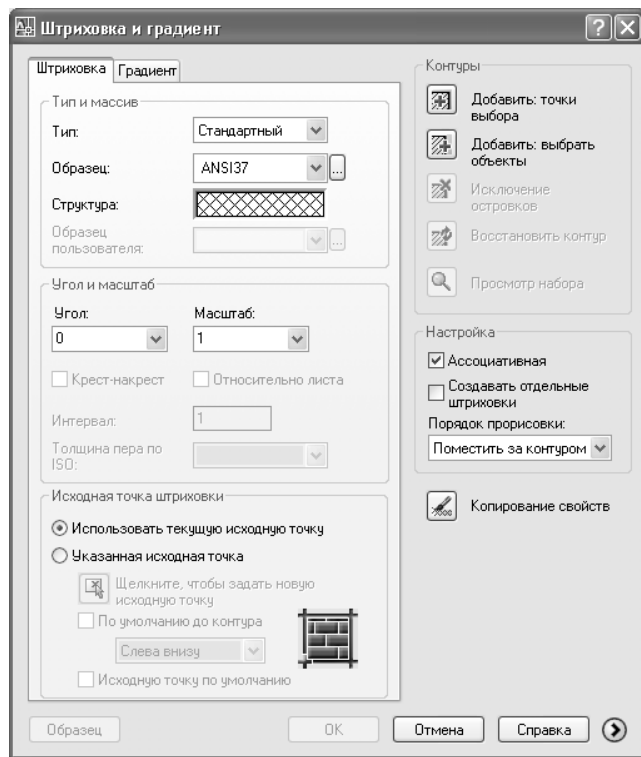

Рис. 9.1 ▼ Диалоговое окно Штриховка и градиент (Hatch and Gradient)
5. Запустите инструмент **Штриховка** (Hatch), щелкнув на кнопке  **Штриховка** (Hatch) панели инструментов **Черчение** (Draw) или выбрав из меню команду **Черчение** ⇒ **Штриховка** (Draw ⇒ Hatch). Если вы предпочитаете использовать командное окно, тогда введите **Штрих** (HATCH) или просто **ш** (H) (также можете воспользоваться командой **Кштрих** (BHATCH), или псевдонимом **кш** (BH) – суть от этого не изменится).
6. В открывшемся окне **Штриховка и градиент** (Hatch and Gradient) (рис. 9.1) можно выбрать узор штриховки или тип заливки, задать параметры штриховки или заливки, а также метод применения и метод определения границ соответствующей области чертежа. По умолчанию окно от-